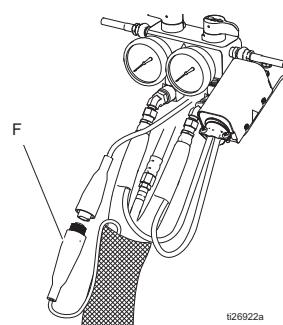

Рис. 9. Шланг с подогревом
- Отключите кабель (F) датчика температуры жидкости от Reactor (см. Рис. 9).